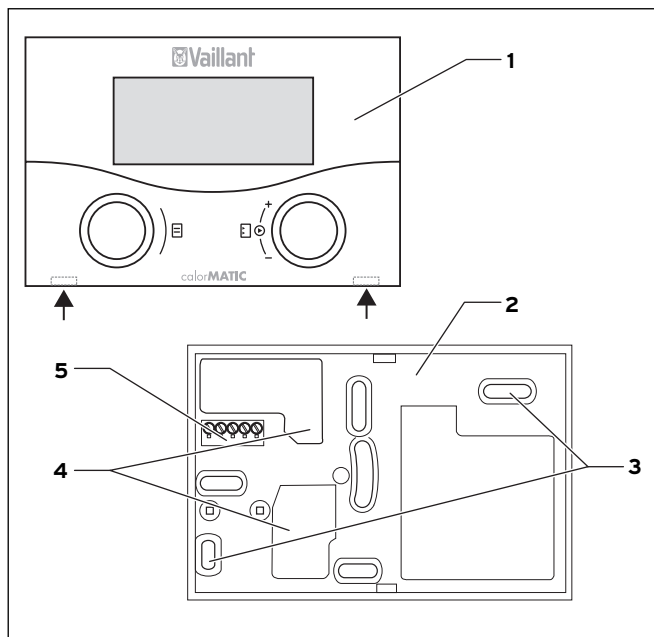

Fig. 4.1 Montering af calorMATIC 430
- ⇒ Tryk forsigtigt reguleringen (uden vægsokkel, se fig. 4.1) med stiftlisten ind i stiktilslutningen på kedlen.
- ⇒ Træk reguleringen (1) af vægsoklen (2). Før her en skruetrækker ind i de to holdelasker (se fig. 4.1 pile).
- ⇒ Bor to huller med en diameter på 6 mm, som passer til fastgørelseshullerne (3).
- ⇒ Før eBUS-kablet gennem en af kabelgennemføringerne (4).
- ⇒ Pres forsigtigt regulatoren på væg-soklen, indtil den går i indgreb. Stiftlisten på bagsiden af regulatoren skal her passe ind i stiktilslutningen (5) på vægsoklen.